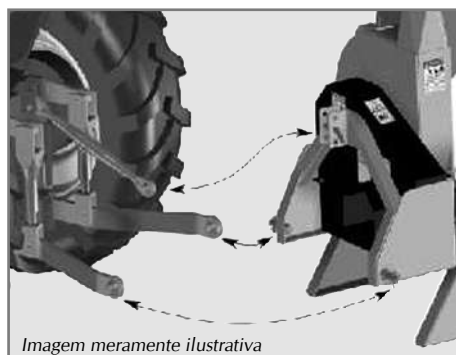

Figura 2
- ✓ Verifique o óleo da caixa multiplicadora e o óleo no tanque hidráulico. Consulte a tabela na página 7 desse manual. O triturador TR 1500 foi projetado para ser acoplado a um trator equipado com braço hidráulico de 3 pontos de engate universal, conforme mostra a Figura 2.